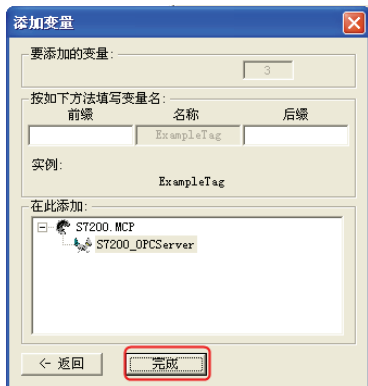
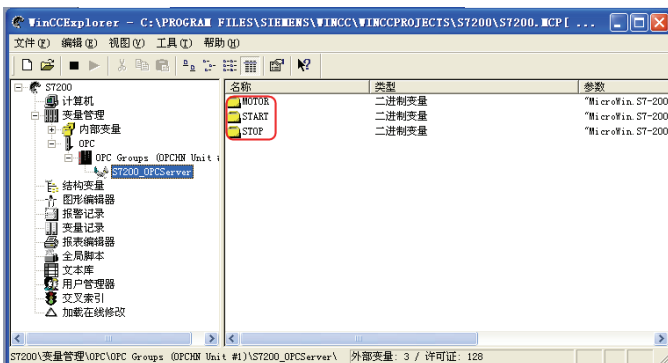

图 10-31 添加变量 (1)
图 10-32 添加变量 (2)
5) 添加变量。如图 10-31 所示，单击“完成”按钮即可。变量添加完成后，如图 10-32 所示，在 PC Access 中创建的变量都可以在 WinCC 中搜索到。